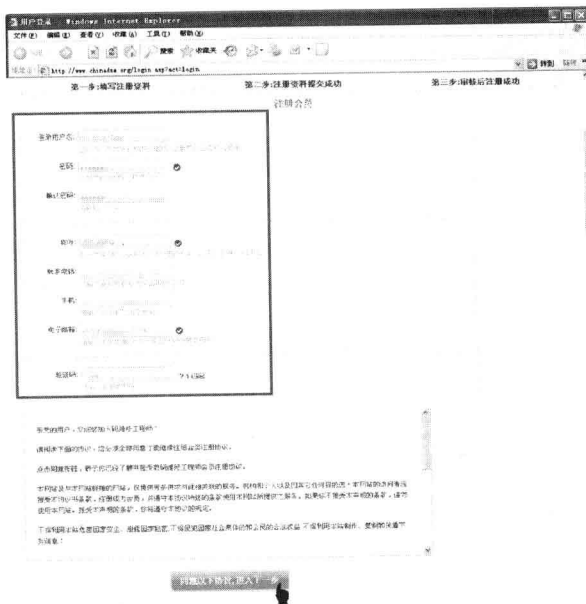

图7 填写资料
⑦ 若用户名和密码及验证码输入正确,点击登录后,页面将转到会员资料界面,在这里用户可对自己的用户名、昵称、密码、邮箱等信息进行填写或修改,将所有空缺项都填写完毕后(例如昵称、手机号、电子邮箱和验证码),认真阅读会员注册协议,并点击“同意协议,进入下一步”注册会员,如图7所示。